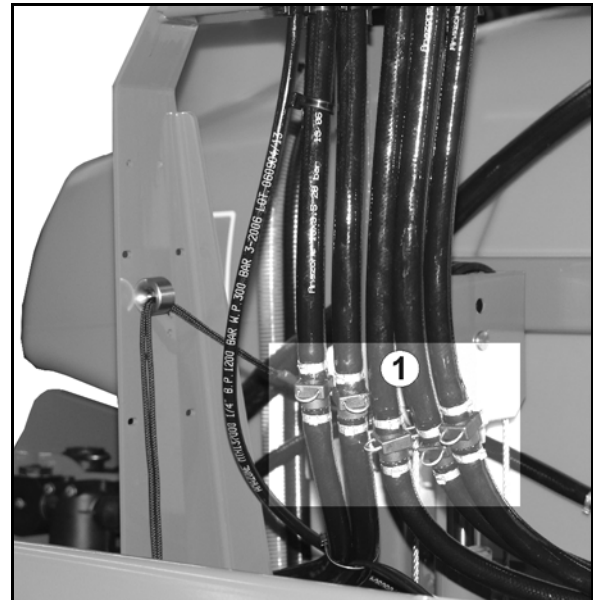
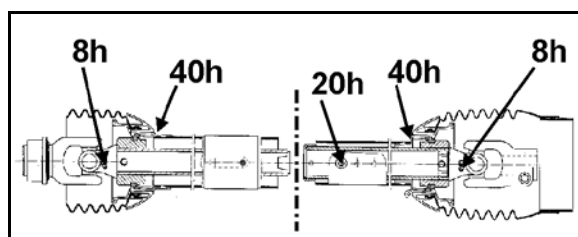

Bild 134
Bild 135
2. Demontera och rengör sugfiltret (Bild 134/1). Se på sidan 165.
- 5.1 Töm tryckfiltret (Bild 134/2) med ventil **C**.
- 5.2 Skruva loss omrörningsenhetens slang (Bild 135/4) (löper från ventil **C**) från spruttanken.
6. Skruva loss tilloppsslangen (Bild 135/1) från reglerventilen. Tilloppsslangen (Bild 135/1) förbinder VARIO-kopplingens trycksida (Bild 134/**B**) med sugarmaturen.
7. Skruva loss delbreddsarmaturens returslang (Bild 135/2) från VARIO-kopplingens sugside (Bild 134/**A**).
9. Ta bort innerrengöringsslangen (Bild 135/3) från VARIO-kopplingens trycksida (Bild 134/**B**).
14. Växla mellan alla växellägen flera gånger på VARIO-kopplingens sugside (Bild 134/**A**) och VARIO-kopplingens tryckside (Bild 134/**B**).